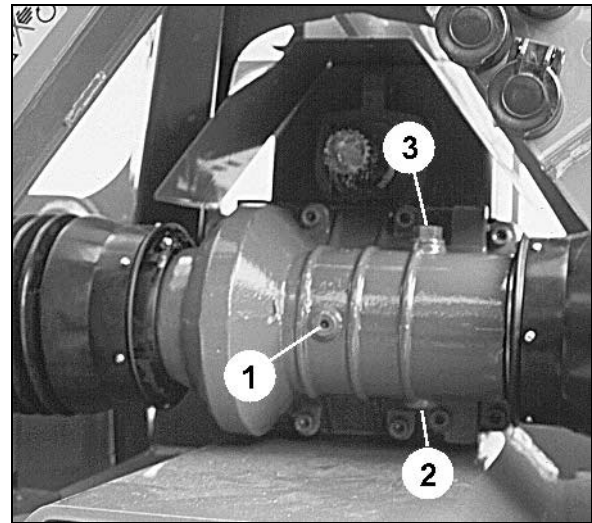

Fig. 47
3. Ablassschraube (Fig. 47/2) entfernen und Getriebeöl ablassen.
5. Entlüftungsschraube (Fig. 47/3) entfernen.
Entlüftungsschraube (Fig. 47/3) hinterher auf festen Sitz prüfen!
1. Ölkontrollschraube (Fig. 47/1) entfernen.